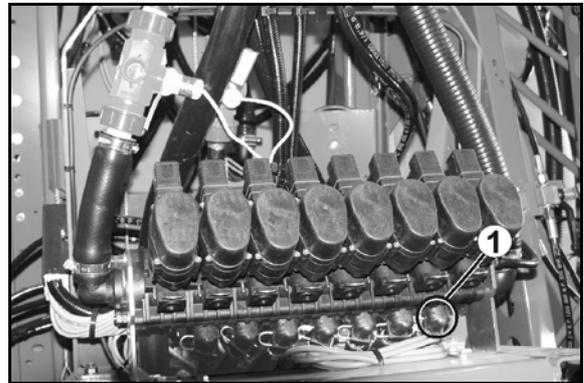

図 190
1. セクションバルブ (図 190/1) からすべての散布ラインを取り外します。
1. セクションバルブ (図 190/1) から任意の散布ラインを 1 本抜き取ります。